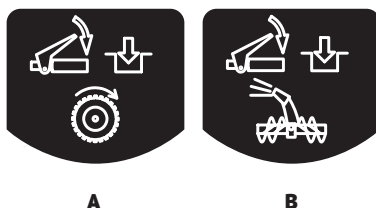

Рис. 14
- Управление шнеком расположено на правой ручке снегоборщника (рис.14 В).
- Управление ходом движения расположено на левой ручке снегоборщника (рис.14 А).